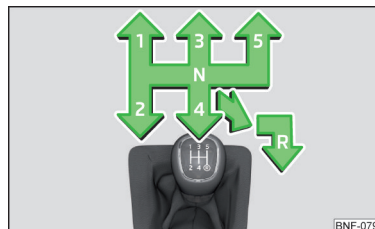

Fig. 121
Skiftediagrammet for de enkelte gear er vist på gearstangen » Fig. 121.
- Tryk gearstangen ned, placer den helt til højre, og skub den derefter bagud til **R**-positionen » Fig. 121.